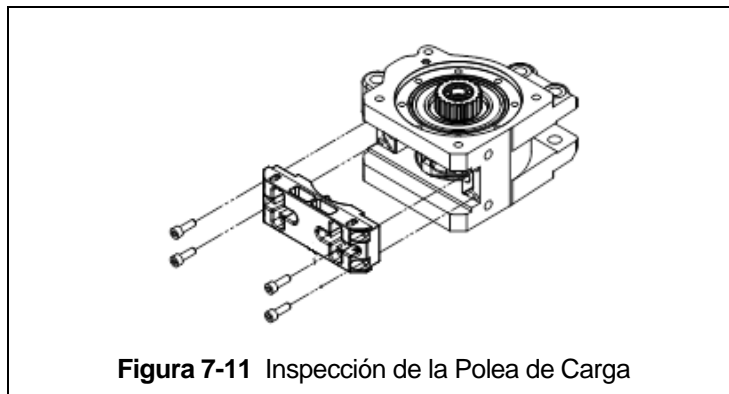

Figura 7-11 Inspección de la Polea de Carga
7.4.1 Realice esta inspección retirando el separador de cadena y viendo la polea de carga mientras opera el polipasto lentamente, sin carga, y de acuerdo con la Sección 4 "Operación". Consulte la Figura 7-11 y retire el separador de cadena de la siguiente manera: